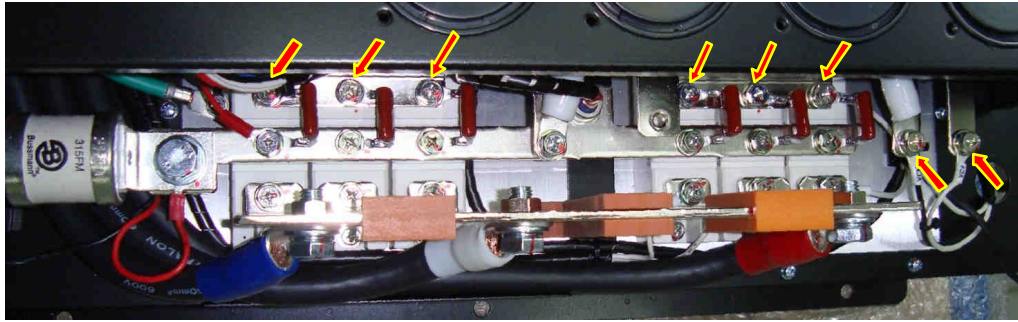

Рис. 6.19.
6.11.3. Выкрутить 6 винтов крепления шин блока конденсаторов к диодно-тиристорным модулям и 2 винта крепления проводов разрядного резистора, показанных на рис. 6.19, и положить их в тару. Отогнуть балластные конденсаторы (6 шт.). Положить винты в тару.